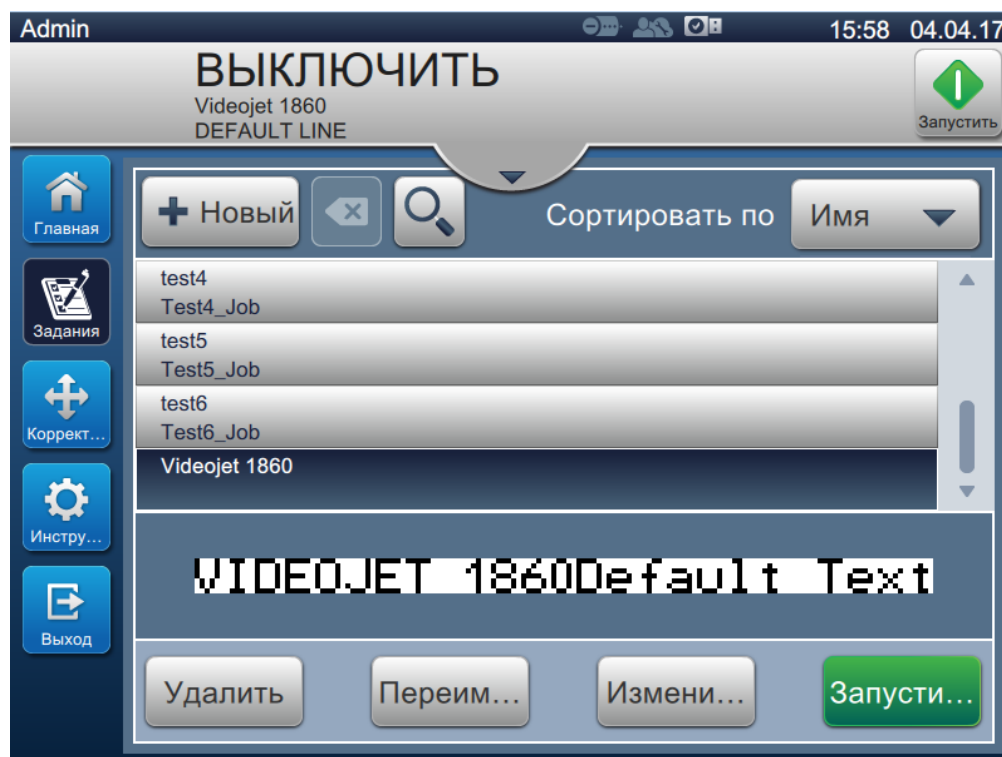

Рис. 4-3. Выбор задания
4. Будет выполнен вход пользователя с его уровнем доступа, а уровень пользователя будет указан в верхней части экрана (см. Рис. 4-3).
2. Выберите нужное задание из списка и коснитесь кнопки , как показано на Рис. 4-3. Отобразится предварительный просмотр задания.